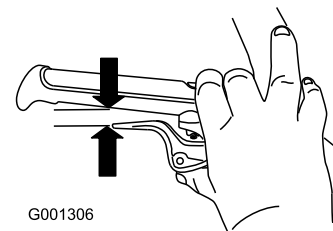

Bild 10
5. Drücken Sie den Griff ganz durch. Prüfen Sie dann den Abstand, der zwischen der Unterseite des Griffs und dem Radkuppelungshebelende besteht (Bild 10).